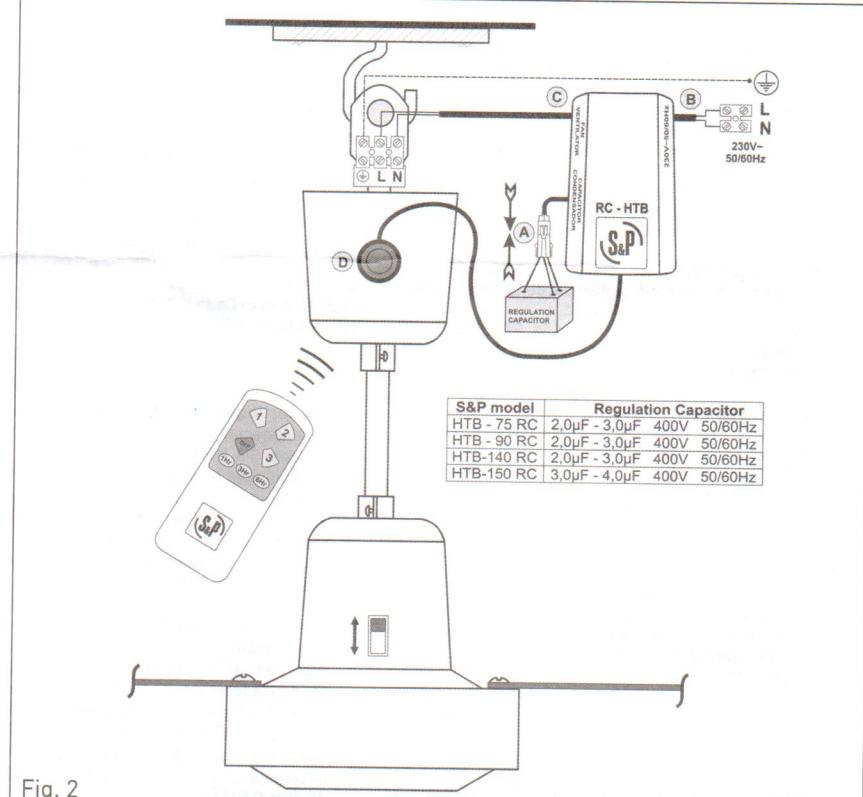

Fig. 2
2. Conecte el condensador de regulación extraído anteriormente al KIT RC-HTB. (Fig. 2 A)
3. Conecte los cables de alimentación de la red eléctrica (230V-50/60 Hz), a la regleta de conexión L-N del KIT RC-HTB. El cable de tierra de la red (amarillo-verde), va directamente conectado a la regleta del ventilador de techo. (Fig.2 B)
4. El cable de salida del KIT RC-HTB (ventilador) va conectado a la regleta L-N del ventilador de techo. (Fig.2 C)
5. Extraiga el film de protección del adhesivo, y podrá pegar el receptor de señal infrarrojos, en el exterior de la copa superior del ventilador de techo. (Fig.2 D) Una vez conectados los cables se introduce correctamente el KIT RC-HTB dentro de la copa superior del ventilador de techo.
- Connect the regulator condenser you just removed to the RC-HTB KIT. (Fig. 2 A)
Important: If you are going to install more than one HTB fan, make sure not to mix up the regulator condensers. (See the table in figure 2)
(230V-50/60 Hz) to the L-N connection block from the RC-HTB KIT. The ground wire (yellow-green) connects directly to the connection block of the ceiling fan. (Fig. 2 B)
- The cable running out from the RC-HTB KIT (Fan) connects to the L-N connection block on the ceiling fan. (Fig. 2 C)
5. Remove the protective adhesive film and stick on the infra-red sensor on the outside of the upper coupling of the ceiling fan. (Fig. 2 D)
2. Connectez le condensateur de régulation extrait précédemment au KIT RC-HTB. (Fig. 2 A)
Important: Si vous souhaitez installer plus d'un ventilateur HTB, assurez-vous de NE PAS mélanger les condensateurs de régulation. (Voir table figure 2)
3. Connectez les câbles d'alimentation du réseau électrique (230V-50/60 Hz), à la réglette de connexion L-N du KIT RC-HTB. Le câble de terre du réseau (jaune-vert), se connecte directement à la réglette du ventilateur de plafond. (Fig. 2 B)
4. Le câble de sortie du KIT RC-HTB (ventilateur) se connecte à la réglette L-N du ventilateur de plafond. (Fig. 2 C)
5. Enlevez le film de protection de l'adhésif pour pouvoir coller le récepteur du signal infrarouge sur l'extérieur de la coupe supérieure du ventilateur de plafond. (Fig. 2 D)
2. Collegare il condensatore per la regolazione estratto precedentemente dal KIT RC-HTB. (Fig. 2 A)
3. Collegare i cavi d'alimentazione della rete elettrica (230V-50/60 Hz), alla morsettiera L-N del KIT RC-HTB. Il cavo di terra (giallo-verde), va collegato direttamente alla morsettiera del destratificatore (Fig.2 B)
4. Il cavo d'uscita del KIT RC-HTB (Ventilatore) va collegato alla morsettiera L-N del del destratificatore. (Fig.2 C)
5. Rimuovere la pellicola protettiva adesiva e incollare il ricevitore del segnale a infrarossi all'esterno della tazza superiore della ventola del soffitto (Fig.2 D)